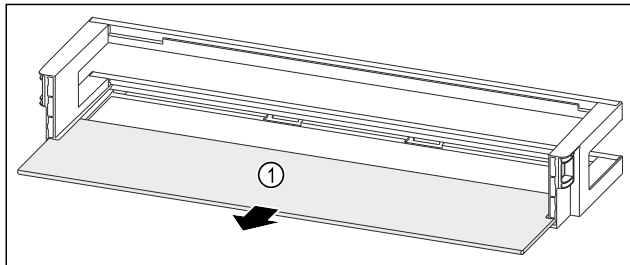

Fig. 91 Dvevní přihrádka s odkládací plochou
- Odkládací plochu Fig. 91 (1) odeberte.